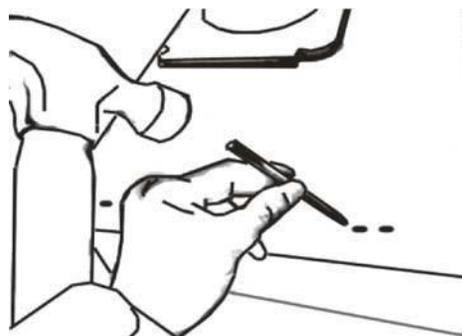

Figure 2
- Percez les trous d’arrêt (pour le montage sous l’armoire) sur la hotte tel qu’illustré à la Figure 2.